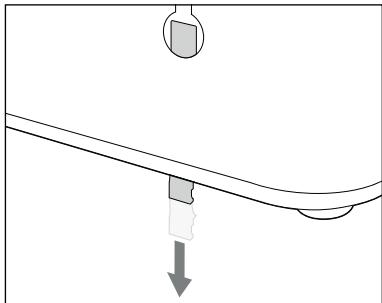

Fig. 1
3. Sul lato posteriore dell'apparecchio, l'occhiello di sospensione di destra **7** presenta un perno di sicurezza **8** che ha la funzione di impedire che l'apparecchio si stacchi dalle viti **9**. Poi estrarre un poco il perno di sicurezza **8** dall'occhiello di sospensione **7** verso il basso (vedere fig. 1).